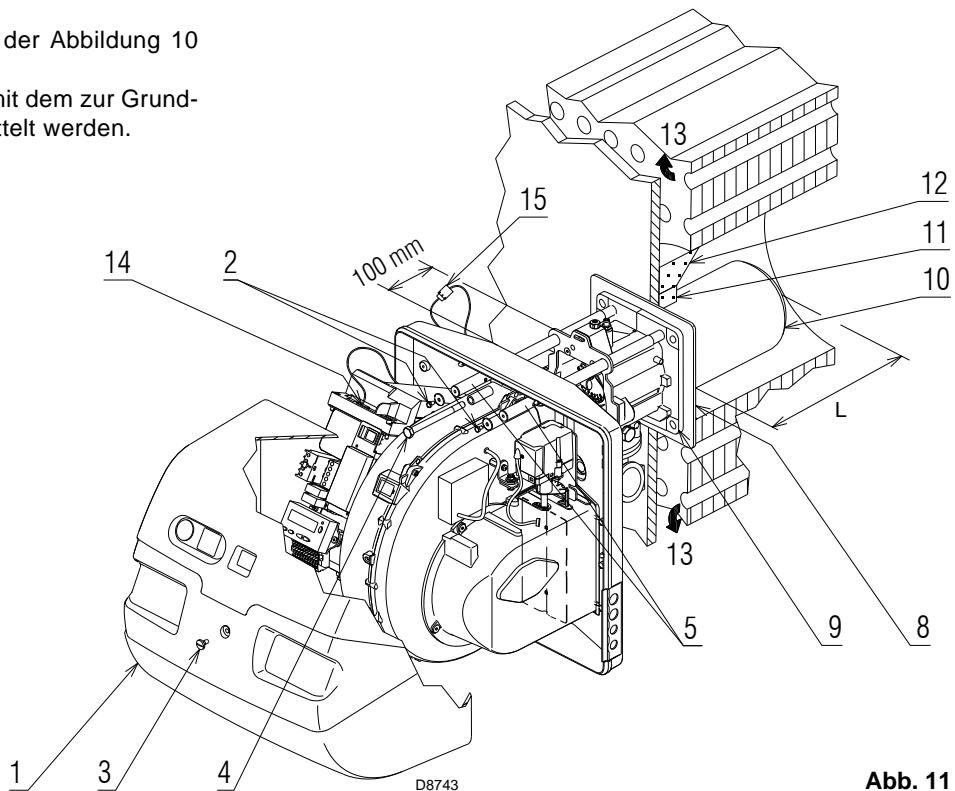

Abb. 11
Stellen Sie bei Kesseln mit vorderem Rauchumlauf 13) eine Schutzvorrichtung aus hitzebeständigem Material 11) zwischen dem als Hitzeschutz zwischen Kessel 12) und Flammrohr 10) aus. Diese Schutzschicht muss so angelegt sein, dass das Flammrohr ausbaubar ist. Siehe Abb. 11.
Dann den Flammkopf vom übrigen Brenner trennen, Abb. 11.
Den Flansch 9)(Abb. 11) an der Heizkesselplatte befestigen und die mitgelieferte Isolierdichtung 8)(Abb. 11) einfügen.
- den Brenner auf den Führungen 3) etwa 100 mm von Muffe 4) - Brenner in der in Abb. 11 gezeigten Position montieren;
- den Stecker des Stellmotors 14)(Abb. 11) anschließen und die Kabeldurchführung 15)(Abb. 11) anschrauben;